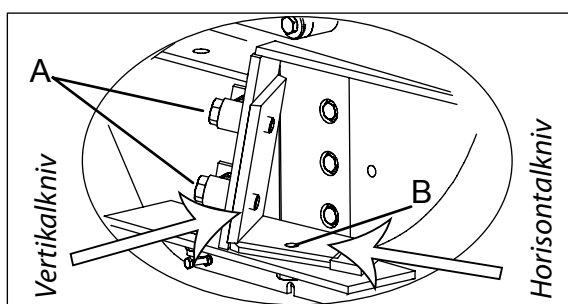

Bild 16. Motknivarnas fästskruvar
I flistuggen finns en vertikal och en horisontal mot-kniv. Lossa fästskruvarna M16 (A) och (B) vid motknivarnas borttagning. Fästskruvarna för horisontalkniven (B) finns under matningsöppningen. Bild 16.